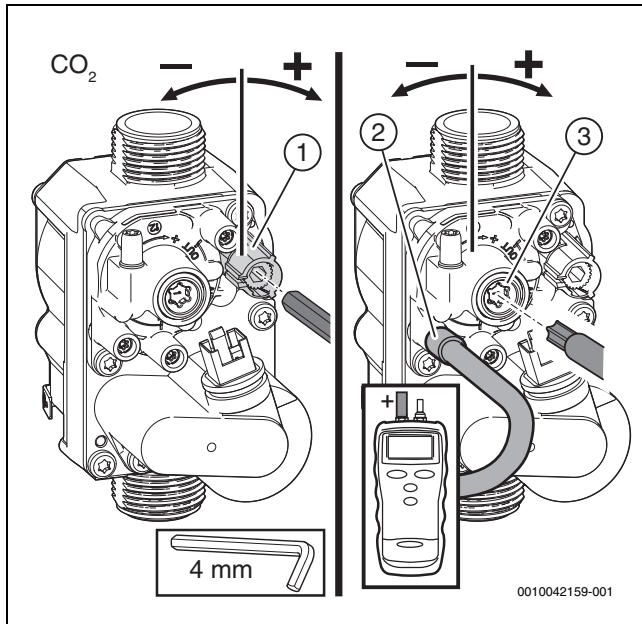

Bild 52 Einstellen der Gasarmatur
- ▶ Plombe an der Einstellschraube der Gasarmatur entfernen (nur Gasarmatur unten in Bild 52) und CO₂- oder O₂-Gehalt für minimale Nennwärmeleistung einstellen.